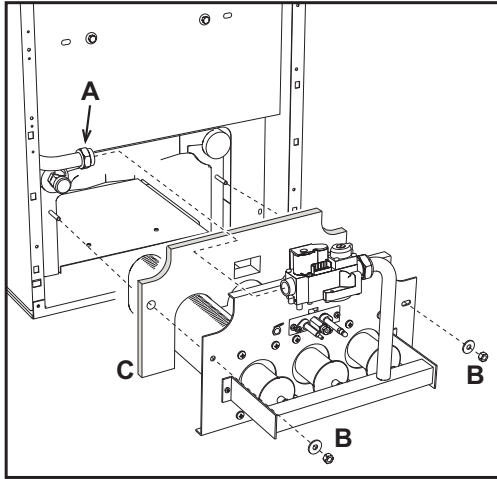

fig. 21 - Démontage des brûleurs
- Dévisser les deux écrous "B" qui fixent la porte de la chambre de combustion aux éléments en fonte de la chaudière ( fig. 21).